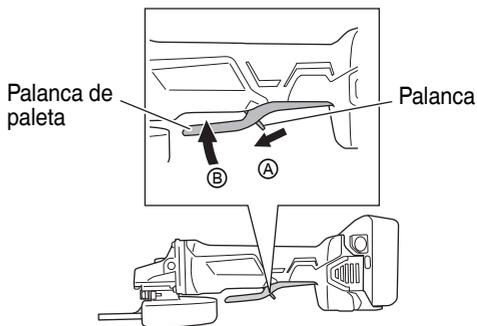

Fig. 7
2. Conecte la alimentación de la amoladora. (Fig. 7)
Para poner la máquina en funcionamiento, deslice la palanca en el sentido de Ⓐ y presione la palanca de sujeción en el sentido de Ⓑ como se indica en la Fig. 7. Para parar la máquina, suelte la palanca de sujeción.